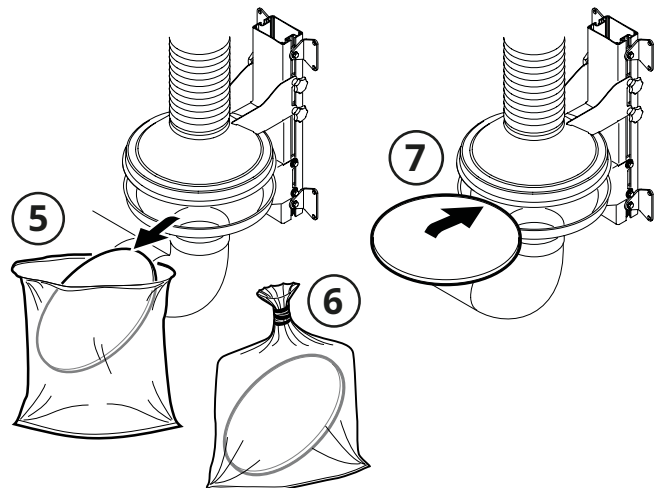

Fig. 18
4. Retire el filtro de hilo de metal del cono inferior y colóquelo en la bolsa del filtro CFE PCW3 (5, **Fig. 18**). Selle la bolsa (6) y deseche o limpie el filtro de hilo de metal con detergentes neutros poniéndolo debajo del grifo con agua tibia.
6. Coloque el filtro de hilo metálico nuevo o limpio en el cono inferior (7) y selle y conecte todas las piezas que ha aflojado durante el desmontaje.